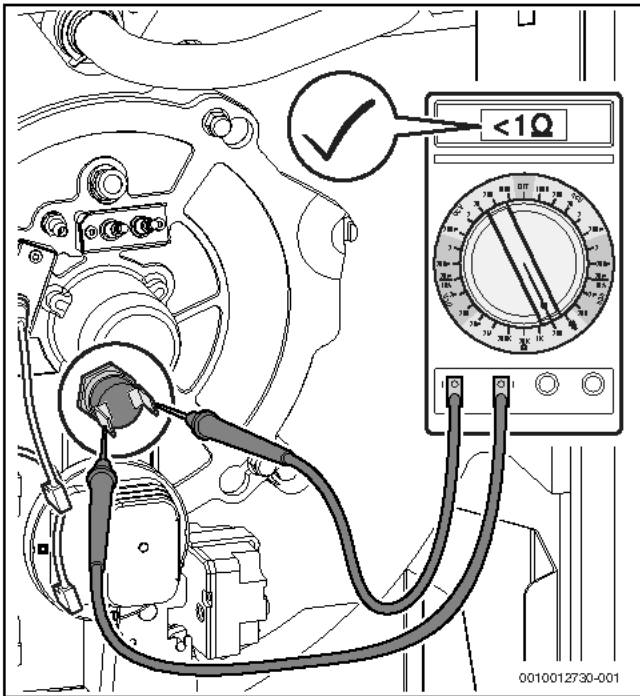

Bild 95 Elektrischen Widerstand an den Kontakten des Temperaturwächters messen (Temperaturwächter in Ordnung)
- ▶ Elektrischen Widerstand an den Kontakten des Temperaturwächters messen (→ Bild 95).